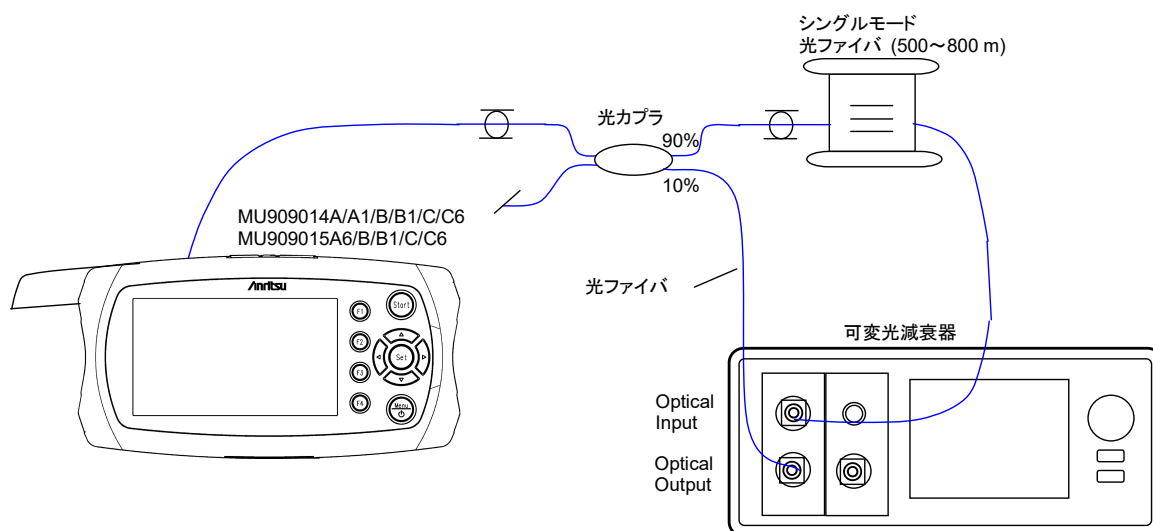

図11.1.7-1 デッドゾーン測定の接続図
1. 本器と、測定器を図11.1.7-1のとおりに接続します。